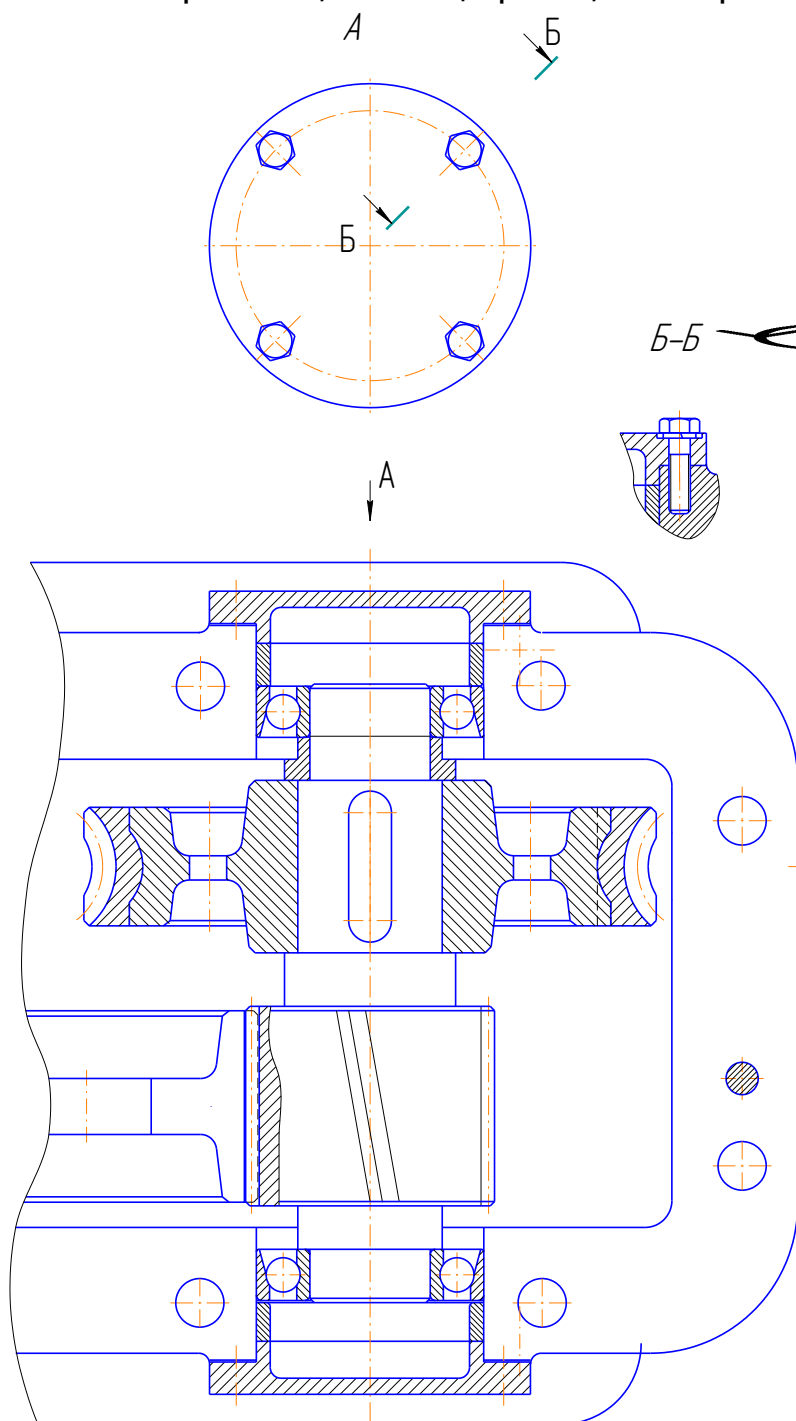

Рисунок 4.1 — Фрагмент сборочного чертежа
- 2) Произвести разработку сборочного чертежа (рисунок 4.1). При разработке сборочного чертежа руководствоваться принципами, приведенными в разделе 4.1.1.